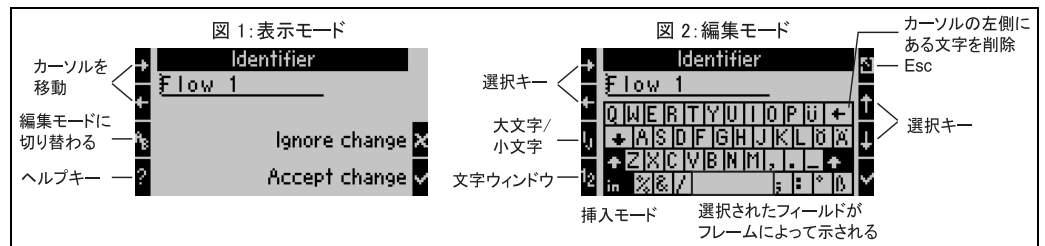

図 16: 例: Palm キーパッドを使用したテキストの編集
- 右向き矢印のカーソルを使用して、入力する別の文字の文字の前に移動させます。テキスト全体を削除する場合、カーソルを右側に移動させます（→ 図 16、画像 1）。
- IJ/ij およびキーを使用して、必要なキーパッド上 / 下ケースまたは数字を選択します（→ 図 16、画像 2）。
- 矢印キーを使用して、必要な文字を選択し、チェックマークを使用して確認します。テキストを削除する場合は、右側最上部にあるキーを選択します（→ 図 16、画像 2）。
- Esc キーを操作して編集モードから表示モードに切り替えるには、チェックキーを使用して変更を確認します（→ 図 16、画像 1）。
- 編集モードでは、カーソルを移動できません（図 16 の「図 2: 編集モード」を参照）！変更する必要がある文字の位置にカーソルを置くためには、Esc キーを使用して、前のウィンドウに戻ってください（図 16 の「図 1: 表示モード」を参照）。その後、再び AB キーを確認します。